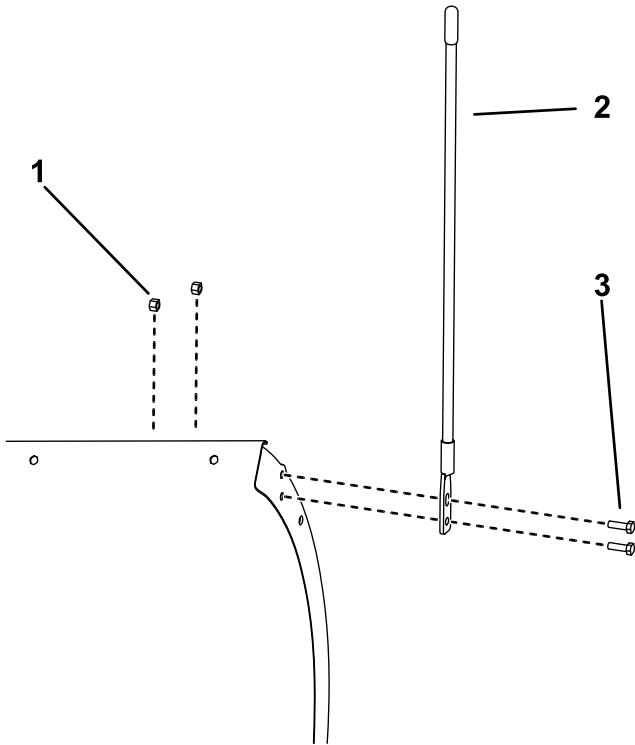

Figure 8
1. Fixez les guide-lames à la lame de déneigement au moyen de 2 boulons (5/16 po) et 2 écrous autofreinés (Figure 8).